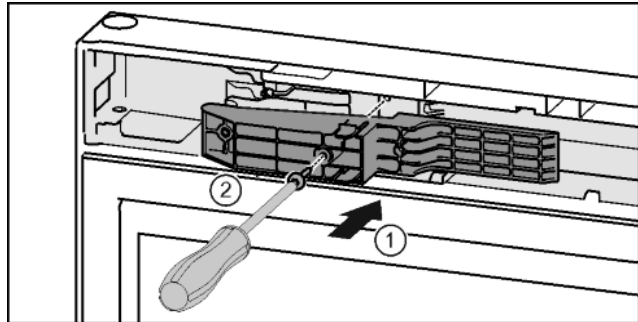

Fig. 47*
- ▶ Az illesztődarabot a fogantyú oldalán helyezze be a nyílásba.* Fig. 47 (1)
- ▶ Húzza meg a csavarokat a T15 csavarhúzóval.* Fig. 47 (2)